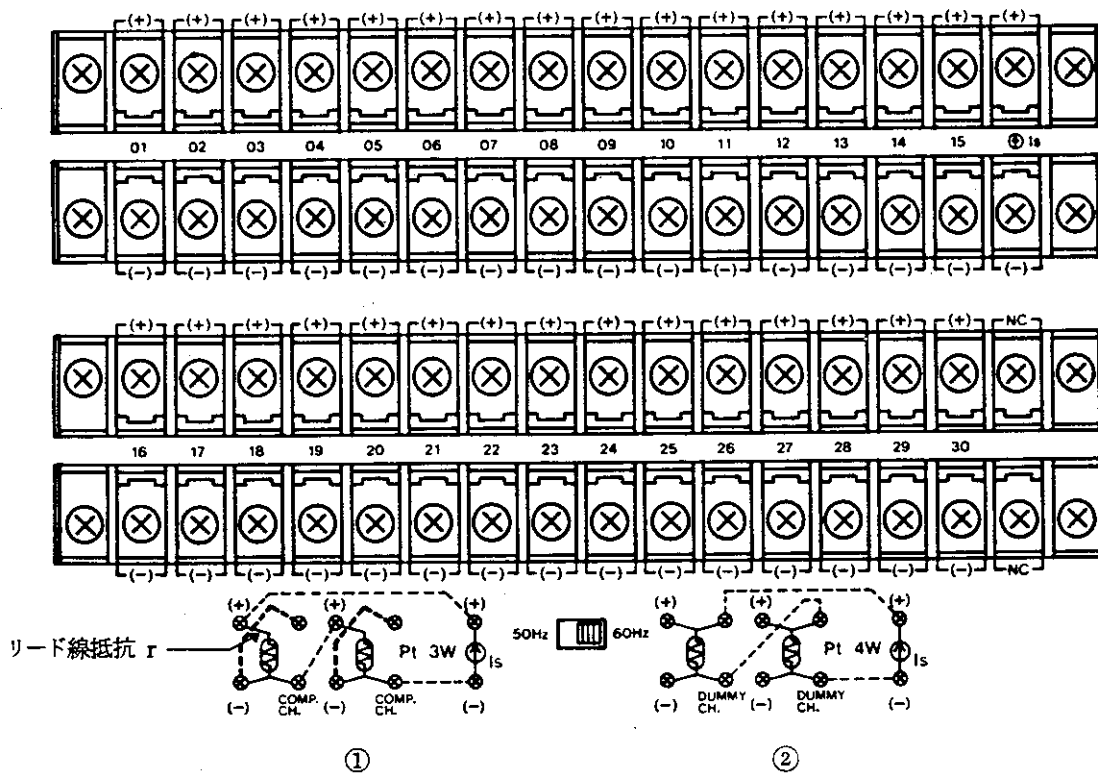

図3-11 端子盤外観図
本器は多種類の入力に対応できるように、15種類の入力レンジを持っています。しかも、全レンジとも背面パネルにある端子盤ユニット〔図3-11参照〕で測定できますので、レンジを変更しても端子盤ユニットを交換する必要はありません。
Pt3導線式/Pt4導線式で使用する場合の入力点数は15点です。〔図3-11〕の①に示しますように、Pt3導線式で使用する場合は、入力チャンネルの他にリード線抵抗  $r$  を補償するための補償チャンネル (COMP. CH.) が必要となります。また、〔図3-11〕の②に示しますように、Pt4導線式で使用する場合は、入力チャンネルの他に中継用の電流端子 (DUMMY CH.) が必要となります。
〔図 3-11〕を参照して下さい。